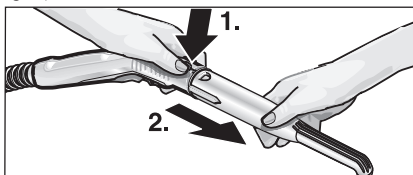

Fig. 5: Desacoplamiento del accesorio
- Para desacoplar el accesorio utilizado, pulse la tecla de desbloqueo (C2 ó G3) y tire de las piezas (véase la fig. 5).